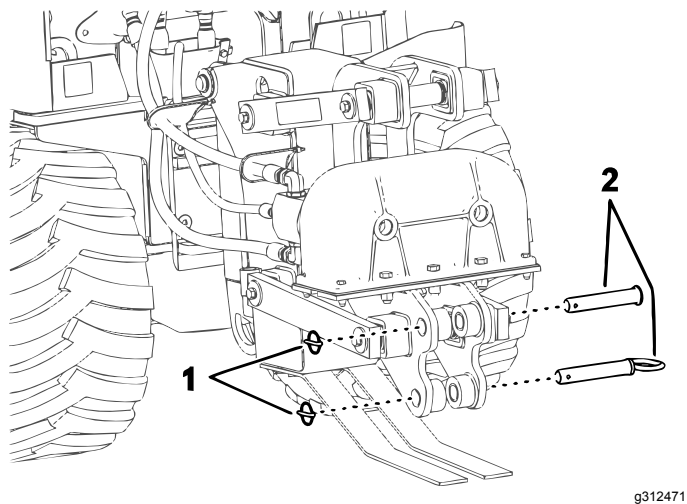

Figura 11
2. Abra las 2 anillas de retención circulares y retire el pasador de anilla (Figura 11).